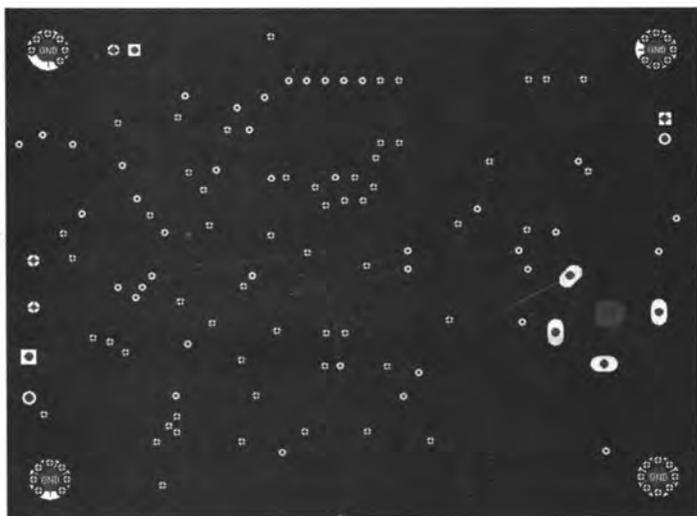

图 9-117 内电层分割
- [2] 执行【放置】/【直线】命令，光标变为“十”字形，开始内电层分割。本例中，分割出的内电层区域主要用于与网络“AGND”有关的布线，因此分割的区域如图 9-117 所示。